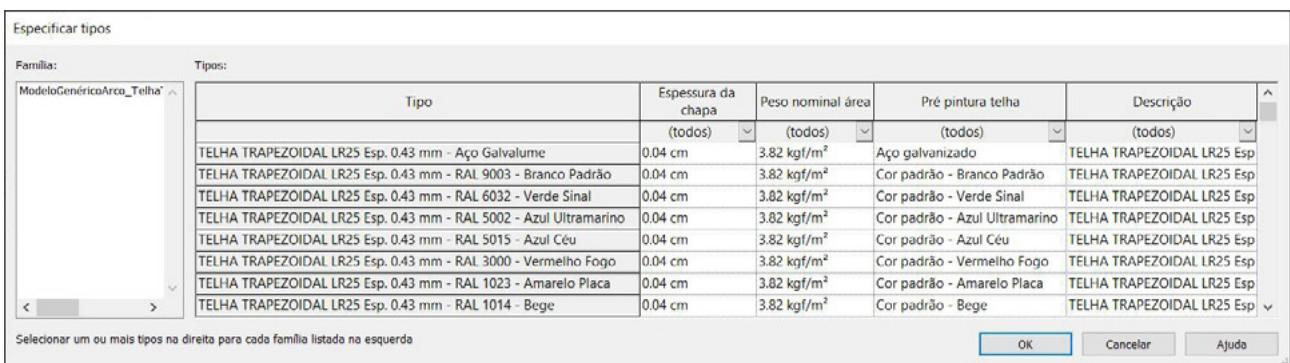

Figura 27 – Tipos da família "ModeloGenéricoArco_TelhaTrapezoidal_LR25_ArcelorMittal-Perfilor.rfa".
4. Na janela "Especificar tipos", mantendo a tecla Ctrl pressionada, clique nas variações (tipos) da família que deseja carregar no projeto e clique "OK" (Figura 27);